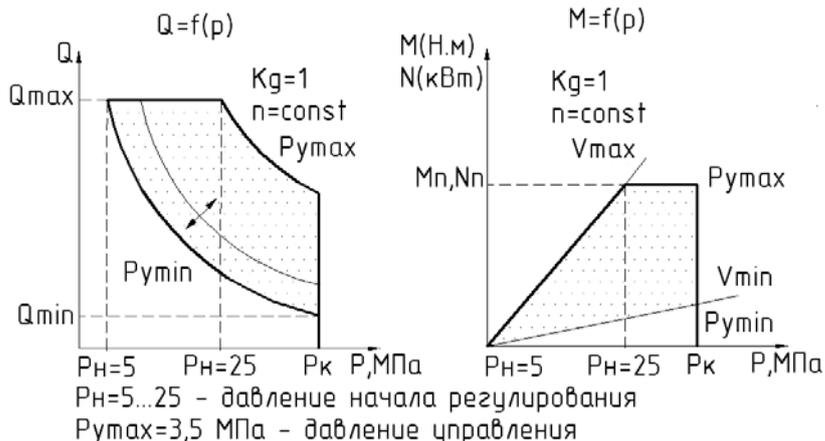

Рисунок 25 – График зависимости подачи Q , крутящего момента M и потребляемой мощности N от изменения давления p .
- При отсутствии давления управления $P_y=0$ (рисунок 25) насос находится на минимальном рабочем объеме V_{min} , обеспечивая минимальную подачу Q_{min} и потребляемую мощность $N_{п min}$